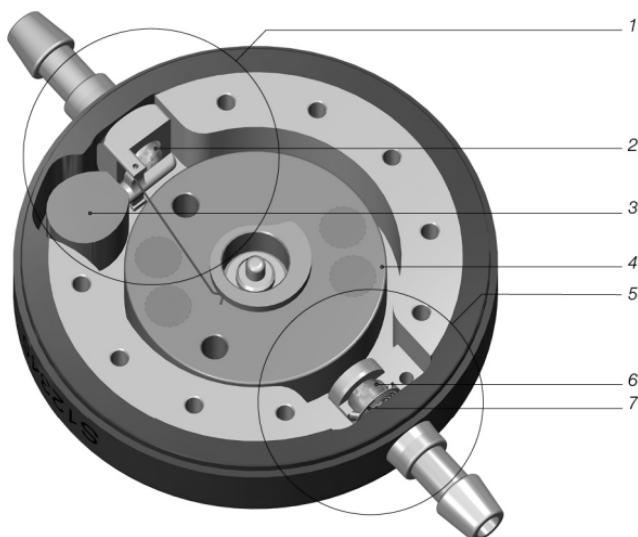

Fig. 1: Sección transversal de la *M.blue*
La *M.blue* es una válvula fabricada en titanio. Se compone de una unidad gravitacional ajustable y de una unidad de presión diferencial (fig. 1). La unidad gravitacional (1), situada en el extremo proximal de la válvula, lleva un contrapeso de tántalo (3) que retiene una esfera de zafiro en el asiento de la esfera por medio de una palanca (2). En función de la posición corporal del paciente va cambiando la influencia del contrapeso de tántalo sobre la esfera de zafiro y, con ello, la presión de apertura de la válvula. Mediante un rotor (4) se puede ajustar a través de la piel la pretensión del muelle de varilla que va unido a la palanca. De esta forma se puede regular la influencia del contrapeso de tántalo sobre la